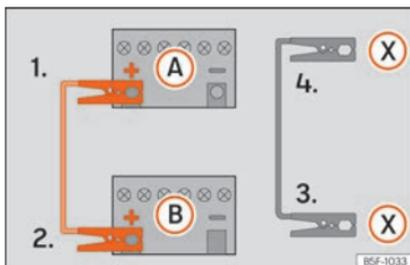

Fig. 44 Esquema de ligação para veículos com sistema Start/Stop.
- Nos veículos com sistema Start-Stop:* ligue uma extremidade do cabo auxiliar de arranque **preto** **(X)** a um terminal de massa adequado, a uma peça de metal maciça que esteja aparafusada ao bloco do motor ou ao próprio bloco do motor » » Fig. 44.